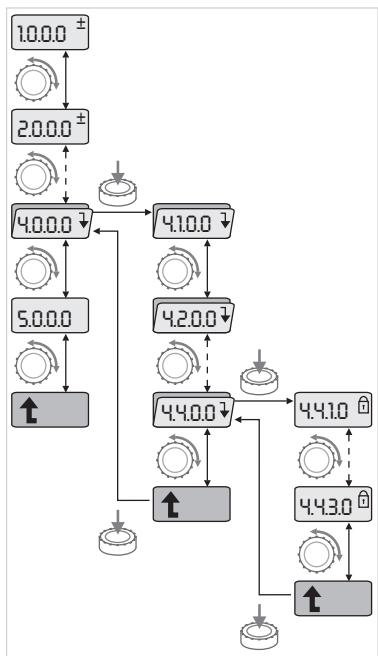

Fig. 41: Exemple de navigation
- Procéder à la navigation normale dans le menu comme suit (exemple, voir fig. 41):